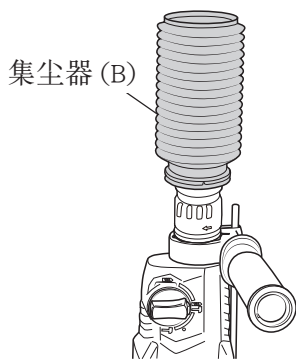

图 5
(图 4、图 5)
使用集尘器 (B) 时, 请将集尘器 (B) 与夹卡上的槽对准后插入, 使集尘器 (B) 覆盖钻头的顶端 (图 5)。